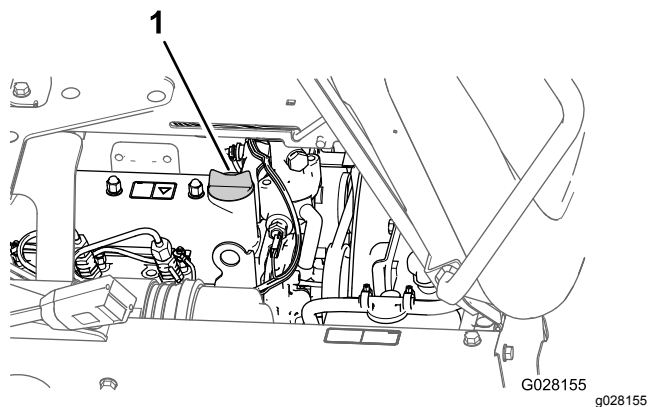

図 72
8. 補給口にキャップを取り付ける 図 72。
5. エンジンバルブカバー 図 72 からオイル補給口のキャップを取り、所要量の約 80% のオイルを入れる。